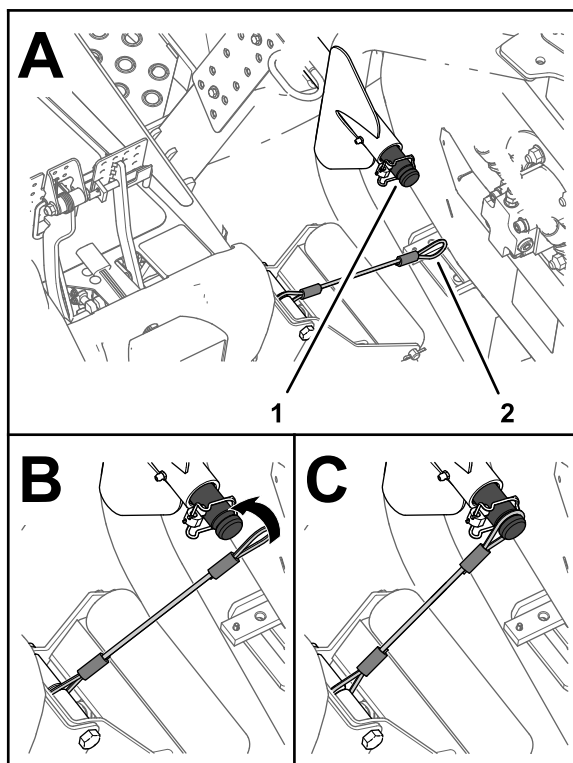

Figure 30
5. Placez le cordon devant l'arbre porteur du bras de levage de l'unité de coupe extérieure avant (Figure 30).
6. Enfilez la boucle du cordon sur l'arbre porteur jusqu'à ce que le cordon soit complètement engagé dans la rainure de l'arbre (Figure 30).